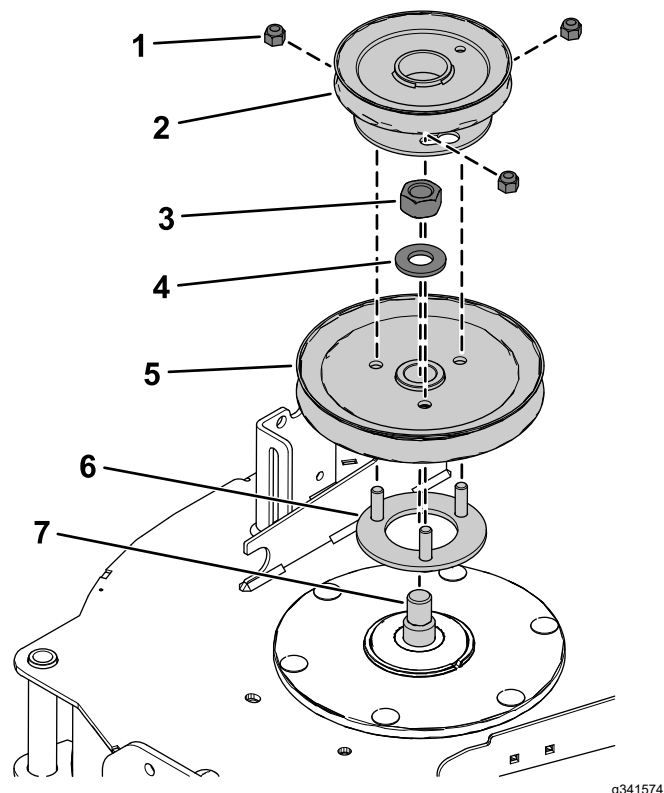

Figura 22
- Inserte los espárragos roscados del soporte de la polea a través de los orificios en la polea de la carcasa (Figura 22).
- Sujete la polea de la carcasa al eje de la cuchilla usando la tuerca hexagonal (¾") y la arandela que retiró anteriormente (Figura 22).
- Coloque la polea del soplador en los espárragos roscados, e instale provisionalmente las 3 contratuercas (⅜"), como se muestra en la Figura 22.